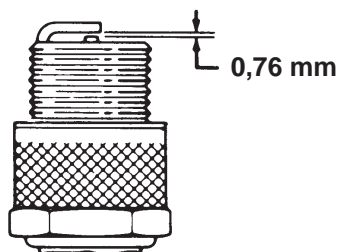

Bild 46
4. Stellen Sie den Elektrodenabstand zwischen der zentralen und der Seitenelektrode auf 0,76 mm ein (Bild 46). Schrauben Sie eine Zündkerze mit dem korrekten Elektrodenabstand und einer Dichtscheibe in den Zylinderkopf ein und ziehen Sie sie auf 23 N·m fest. Wenn Sie keinen Drehmomentschlüssel benutzen, ziehen Sie die Kerze fest an.